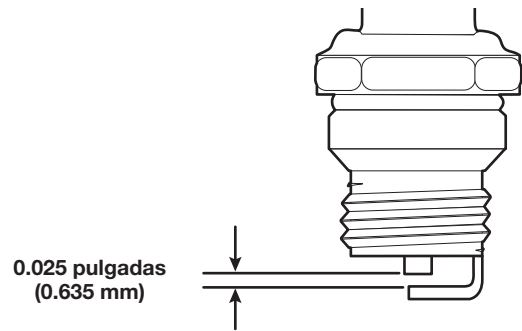

Fig. 11
4. Use un calibrador de separación para ajustar una separación de aire de **0.025 pulgadas (0.635 mm)** (Fig. 11).